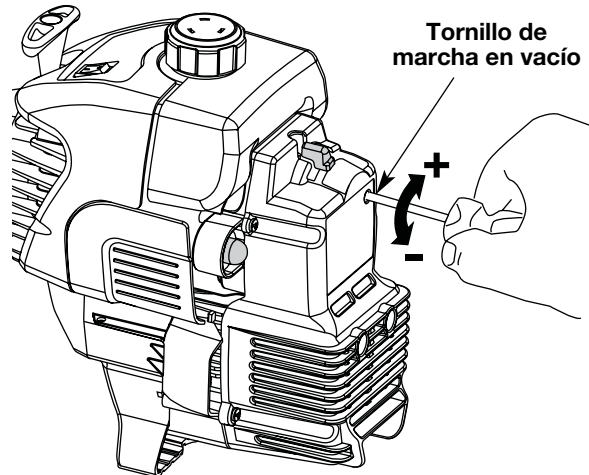

Fig. 29
La velocidad lenta del motor puede ser ajustada por la cubierta del silenciador / filtro de aire (Fig. 29).
2. Suelte el gatillo del regulador y deje que el motor funcione en marcha lenta. Si el motor se para, inserte un pequeño destornillador Phillips en el orificio de la cubierta del silenciador / filtro de aire (Fig. 29). Gire el tornillo de marcha lenta en sentido horario, de a 1/8 de vuelta por vez (según sea necesario) hasta que el motor funciona en mínima.